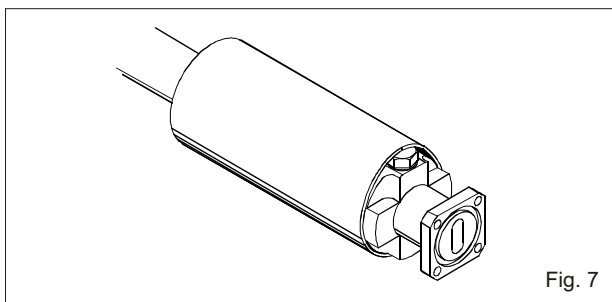

Fig. 7
Fig. 7: Mantel im Schrumpfbereich aufräumen. Armatur, Wellrohr und Mantel im Schrumpfbereich sorgfältig mit Reinigungsmittel reinigen und auf ca. 50 ° C erwärmen (Vorsicht beim Mantel). Den Schrumpfschlauch (6) so positionieren, daß der Schlauch den Gasanschluß (2) zur Hälfte abdeckt Fig. 7, fixieren und schrumpfen, dabei die Wärmequelle stetig um den Hohlleiter runderum bewegen, (max. Schrumpftemperatur 130° C).
Final Assembly, Fig. 7:
Fitting of Heat-Shrinking Sleeve Fig. 7:
Remove the gas inlet. Roughen shrinking area of waveguide jacket with emery paper. Carefully clean termination head, exposed waveguide and jacket with cleaner and pre-heat to approx. 50° C (be careful with the jacket). Position the shrinking sleeve (6) over the termination so that the gas inlet is half covered, Fig. 7. Fix and shrink, while heat source is kept moving circular (max. shrinking temperature 130° C).